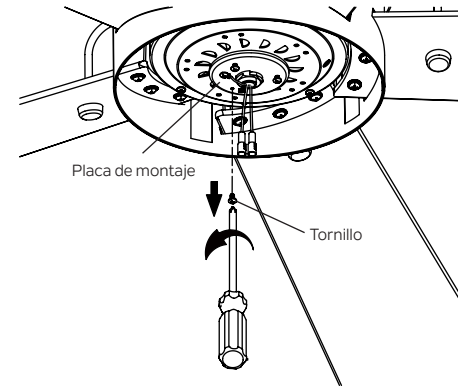

Figura 19
Paso 1. Retire el tornillo marcado con una etiqueta de punto marrón en la placa de montaje y guárdelo para su uso posterior. Afloje los otros 2 tornillos (no los quite). (Figura 19)